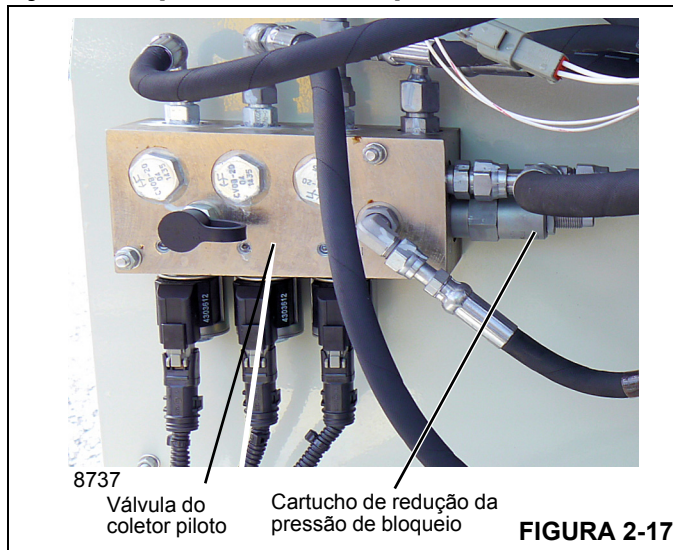

FIGURA 2-17
O suprimento de óleo da bomba é direcionado para as alavancas de controle de abaixamento da lança, extensão do telescópio e elevação do guincho para que não sejam operadas. Quando o guindaste não está bloqueado ou está em uma condição do A2B, a válvula do coletor piloto (Figura 2-17) pode se deslocar e drenar óleo desses controles para o tanque. Isso permitirá que esses controles operem essas funções novamente. Girar 205 graus para a esquerda ou direita irá desenergizar os solenóides de giro e bloquear a vazão para a operação do giro.
5. Se a pressão não estiver correta, ajuste o cartucho de redução da pressão de bloqueio localizado no coletor de bloqueio (Figura 2-17). Gire “para dentro” para aumentar ou “para fora” para reduzir até atingir a pressão correta.